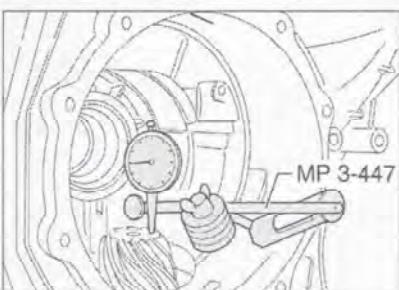

Рис. 7.148. Установите штангу индикатора часового типа на ведущую шестерню с предварительным натягом 2 мм и обнулите индикатор.
12. Установите штангу индикатора часового типа на ведущую шестерню с предварительным натягом 2 мм и обнулите индикатор (рис. 7.148).